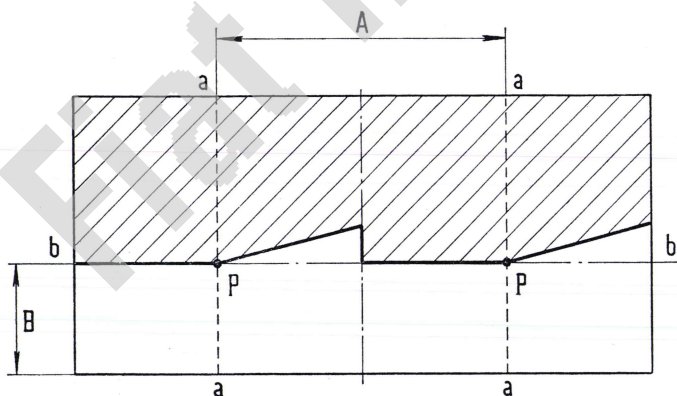

Abb. 86. - Einstellschema für die Scheinwerfer.
Gemäss Abb. 86 zeichnet man auf den Schirm zwei senkrechte Linien a-a mit dem Abstand A = 1254 mm gemäss dem Abstand der Scheinwerfermitteln. Diese Linien müssen einen gleichen Abstand von der Senkrechten am Schirm haben, die lotrecht zur Wagenlängsachse steht.
Dann wird die waagrechte Linie b-b in Höhe B vom Boden ab laut Abbildung 86 gezeichnet.
- die waagrechte Trennlinie zwischen dunklem und hellem Feld der Linie b-b entspricht (Abb. 86).